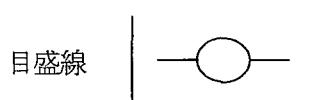

図2
①圧力調整器、チューブ等、その他の機器が確実に接続されているか確認してください。
②圧力調整器、その他の機器のすべてのバルブが閉じられていることを確認してください。
③容器開閉ハンドルを手で軽くたたき、1秒間に5度程度の割合でハンドルを回転させ、高圧圧力計の指針が上がりきるまで容器バルブを開けてください。その後、容器バルブを1回転開けてください。(プリセット式ですので押ネジ操作はできません。) プリセット圧力は、0.2 MPaにセットされています。
④容器バルブを開いた後、ニードルバルブが閉じた状態の時に安全弁が作動していないことを確認してください。
⑤流量計のニードルバルブをOPEN方向に回しながら、図2の様に希望の流量(目盛)にフロート中心部を調整し、ご使用ください。